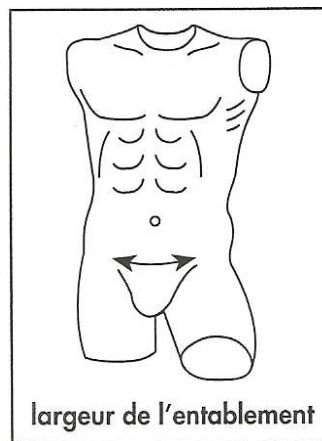

Figure 6 : Largeur de l'entablement ⁽²⁸⁾
- largeur à l'entablement (extrémité gauche à droite de la poche au niveau du haut du pubis) (Figure 6) ;